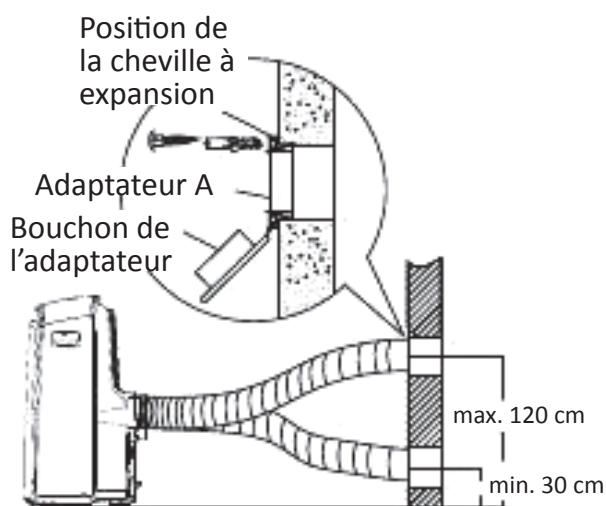

Fig.18
1. Percez un trou dans le mur. Installez l'adaptateur d'évacuation mural A sur le mur (extérieur) avec 4 chevilles à expansion et vis en bois, veillez à le fixer solidement. (Voir Fig. 18)